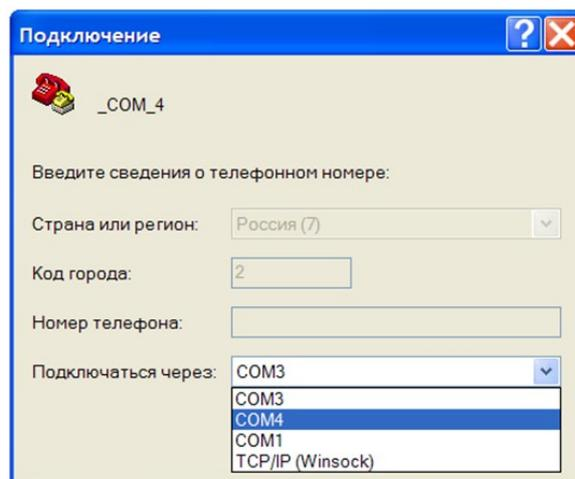

Рисунок 43
4) В открывшемся окне следует выбрать нужный последовательный порт, к которому подсоединен блок БКД-МЕ (рисунок 43) и нажать кнопку «ОК».